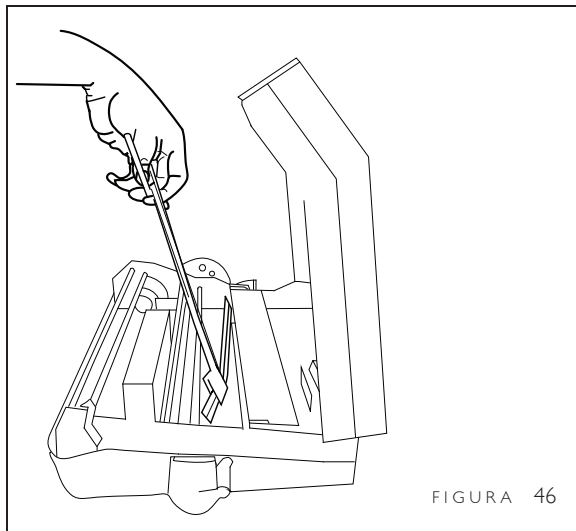

FIGURA 46
4. Con las pinzas proporcionadas con su encuadernadora Fastback®, retire la lomera de la encuadernadora (Figura 46).